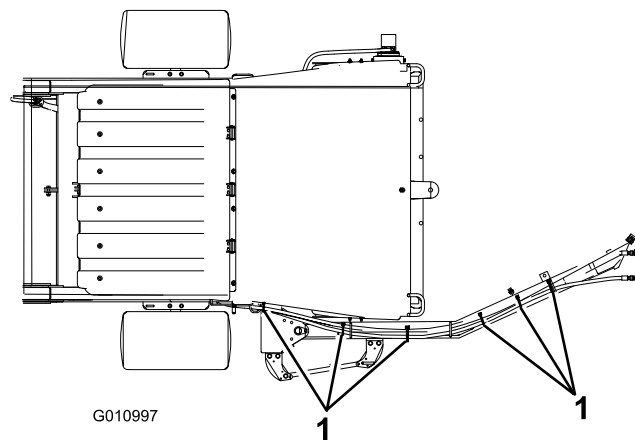
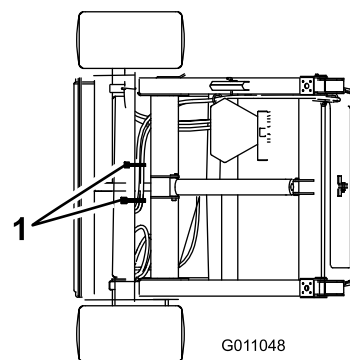

Figura 11
Figura 12
2. Sujete las mangueras hidráulicas y el arnés de cables como se muestra en Figura 11 y Figura 12.